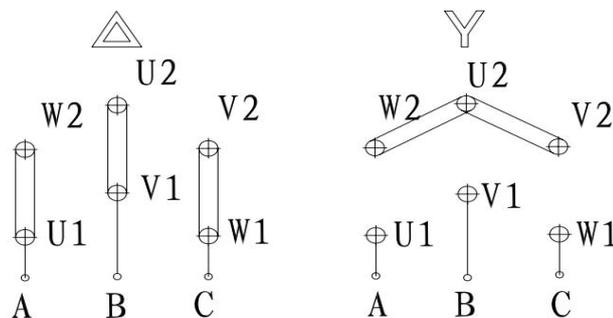

图 4（接线指示图）
6.3.3 六端子接线盒通过连接片改变接法见图 4，可适应两种不同电压需要有两个进线口可引入二根多芯电缆的接线盒，当引入一根多芯电缆只使用一个进线口时，另一个进线口的金属堵棒不得拿掉，否则将失去防爆性能。